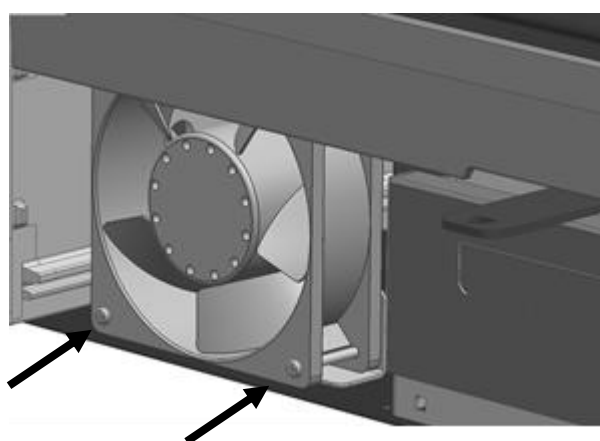

Fig.2
2. Svitare le viti che fissano i ventilatori (Fig. 2)